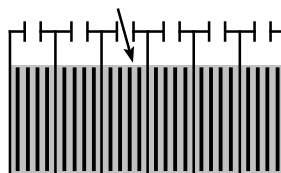

РИС. 99
1. Проверьте уровень электролита во всех аккумуляторах (Рисунок 99). См. АККУМУЛЯТОРЫ.